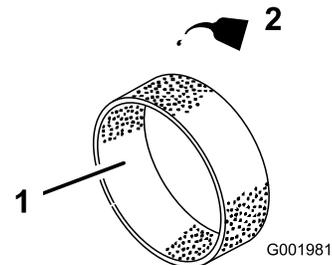

図 25
4. 乾いたら新しいエンジンオイルを30~60 cc含ませる(図 25)。